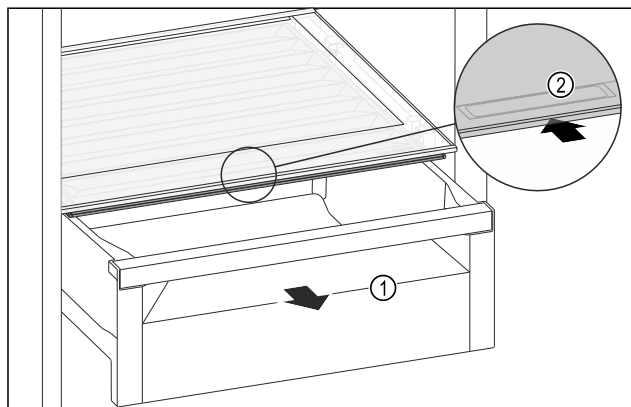

Fig. 111
- Trekk ut skuffen Fig. 111 (1).
- Ta tak i det innfelte grepet Fig. 111 (2) på lokket, og skyv lokket samtidig bakover.